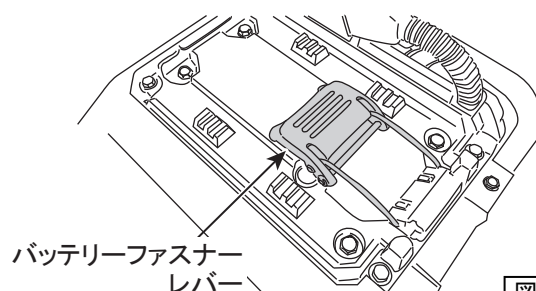

図 10
- バッテリーファスナーレバーを格納してください。(図10)